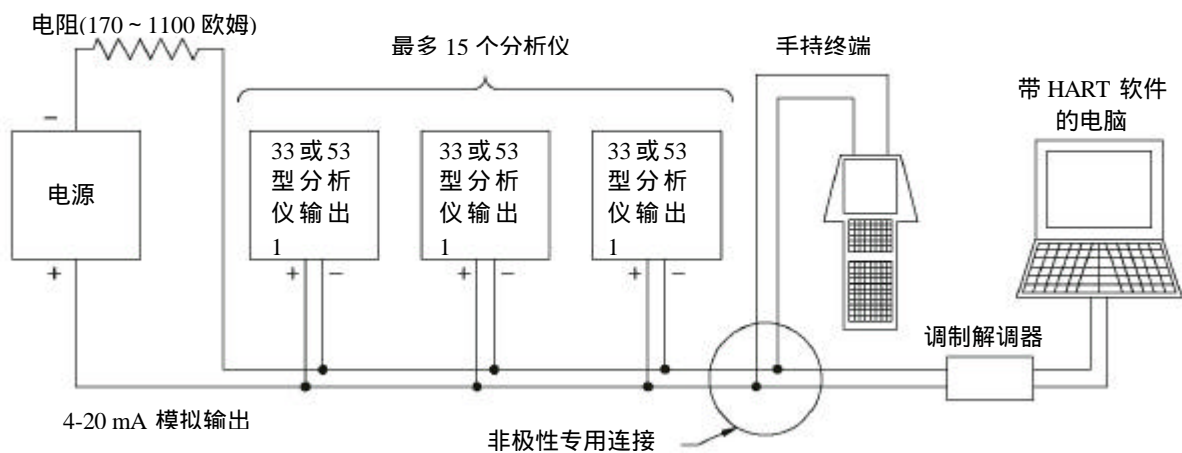

图 3-4 HART 多分析仪布线方法（用于多分析仪网络）
2. 参考图 3-4，并将每个分析仪的 4-20 mA 模拟输出 1 信号以并联的方式连接到一个电缆上，极性如图所示。